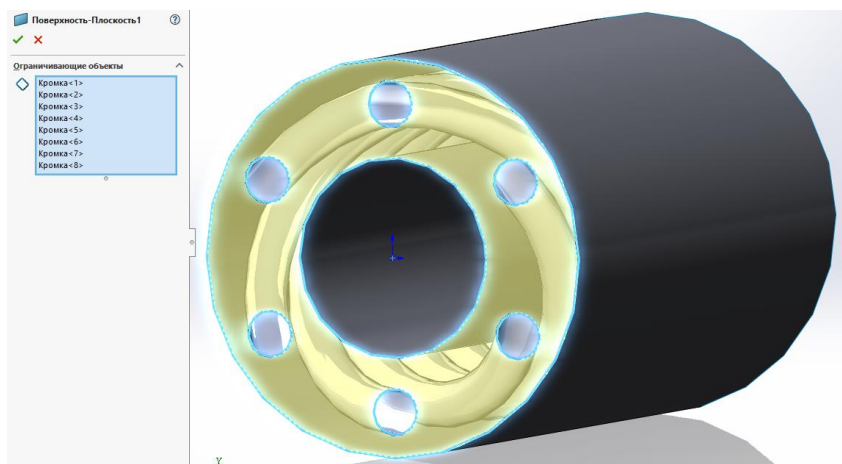

Рис. 9. Построение плоской поверхности
10. Создадим плоскую поверхность, используя имеющиеся кромки. Для этого нажимаем *Плоская поверхность* , выделяем необходимые кромки, как показано на рис. 9, и нажимаем галочку в верхней части панели .